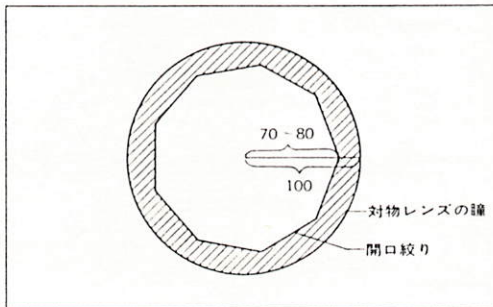

図 18
(1) オルソスコープ検鏡
- この絞りは照明系の開口数を調節するためのもので、一般には対物レンズの開口数の70~80%に絞ると適当なコントラストが得られます。(図18)